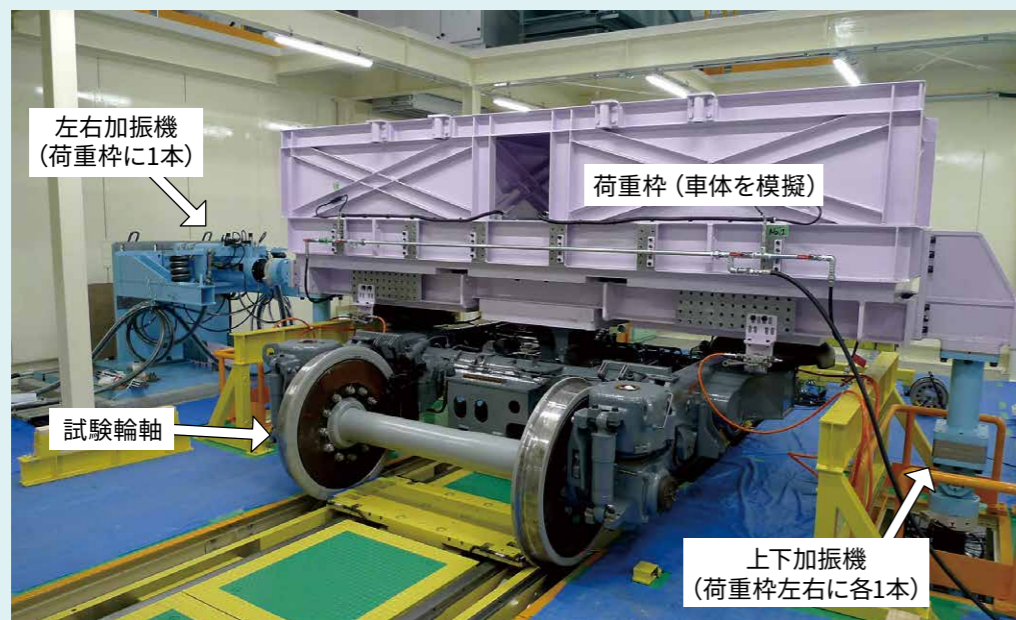
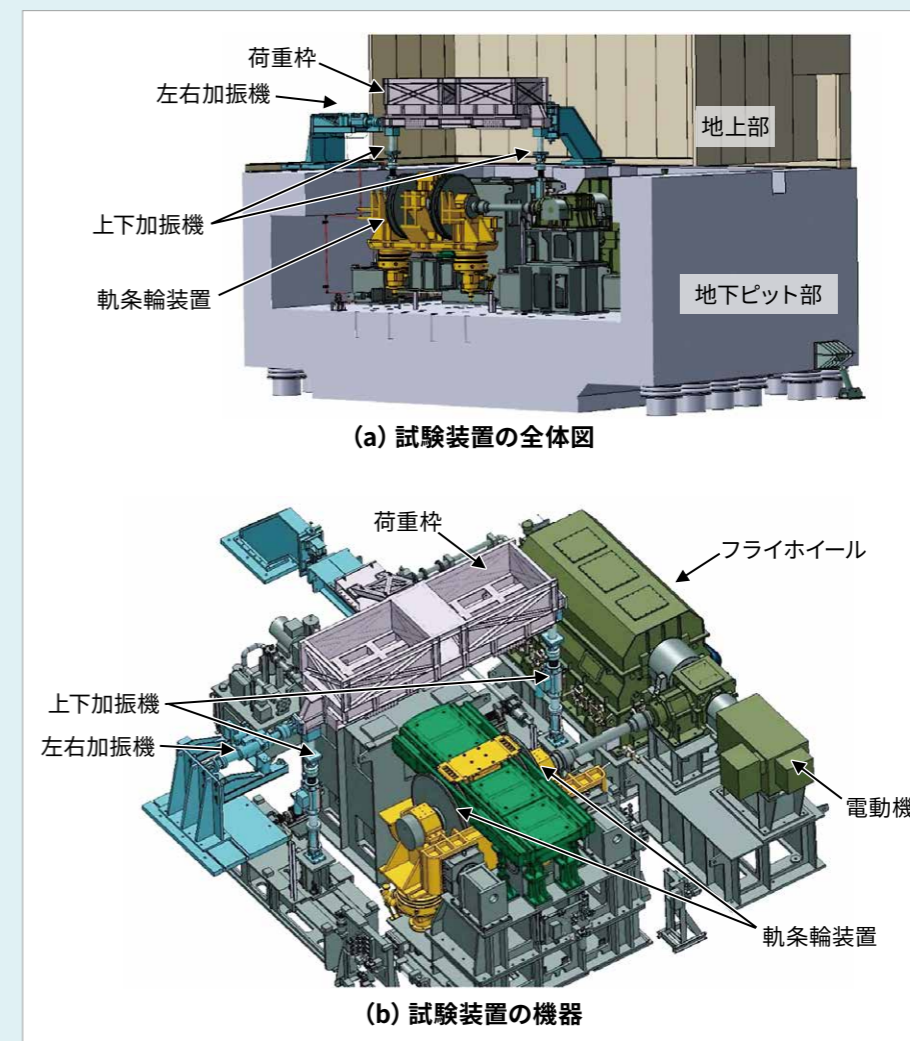

図1 高速輪軸試験装置
図2 本装置の構成
新幹線などの車輪や車軸（以下、輪軸）の耐久性や性能などを評価する試験装置として、走行中の台車に作用する荷重を模擬しながら高速走行（最高速度500km/h）を再現することができる試験装置（図1、図2）が2021年2月26日に完成しました。今後は輪軸や台車に搭載される部品の耐久性評価や、輪軸の損傷現象の解明などに活用していきます。
- 車体を模擬した荷重枠に対して、加振機（上下方向2本、左右方向1本）を動作させることで、車体の上下や左右の走行中の動揺（上下、左右ともに最大-100～+100mm）を再現し、台車に発生する荷重を模擬できます（図2）。